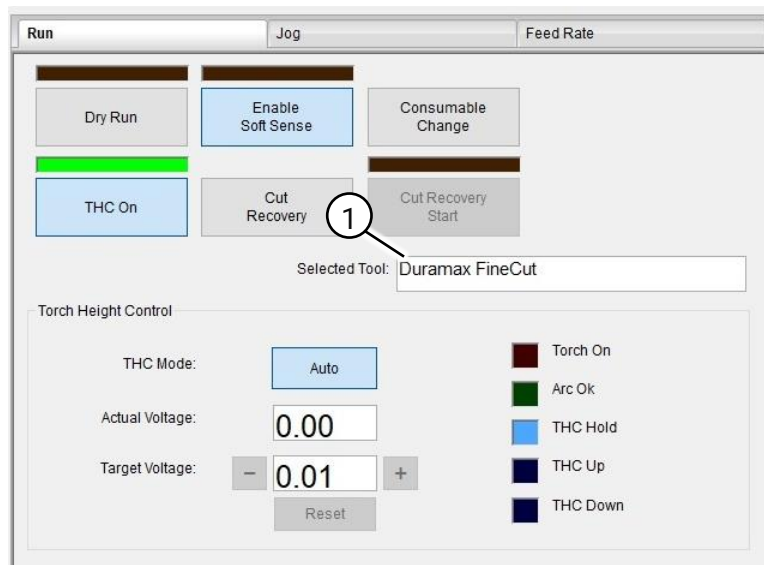

Fig. 84 Het veld 'Selected tool'
1. In het tabblad 'Run' wordt de door de code in het G-codebestand geselecteerde snijtoorts (Fig. 84 (1)) weergegeven.